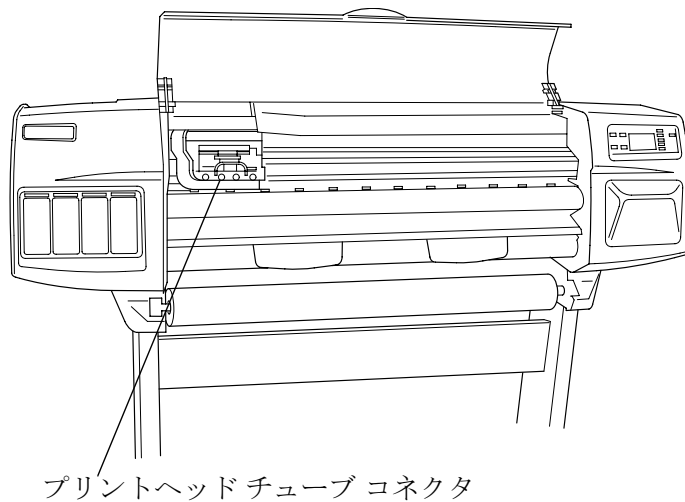

図 38 : カッター アッセンブリ
- 2 プリントヘッド チューブ コネクタに対して作業を行えるように、キャリッジの位置を移動します (図38参照)。